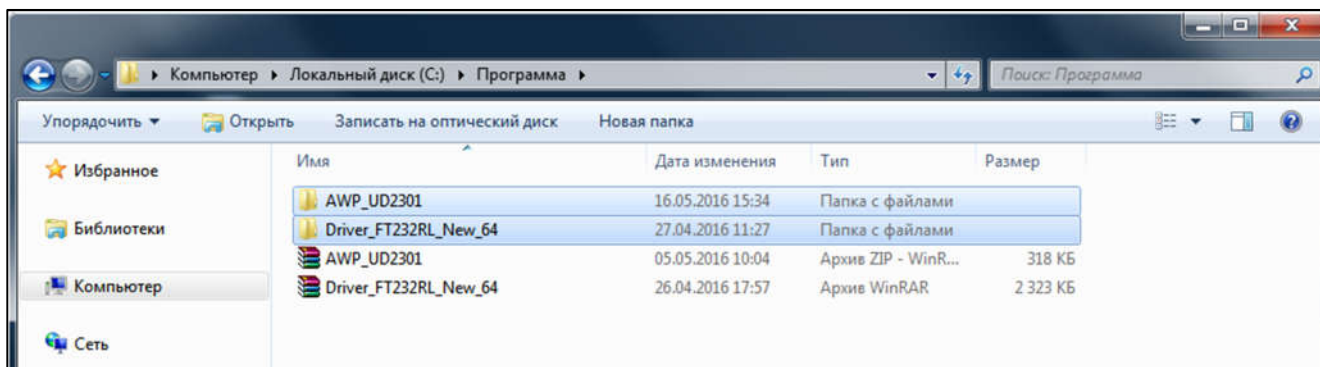

Рисунок 2.66 – Загруженное ПО
2. После загрузки необходимо разархивировать данные и будет получено две папки: с драйвером и программой (рис. 2.66).